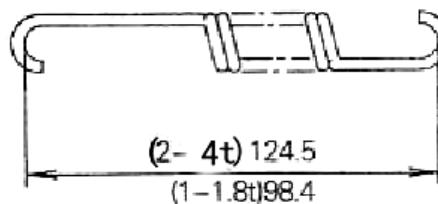

Рис. 6-15
(6) Измерьте свободную длину и установочную нагрузку возвратной пружины тормозной колодки (рис. 6-15). См. деталь на 7 Рисунке 6-2.